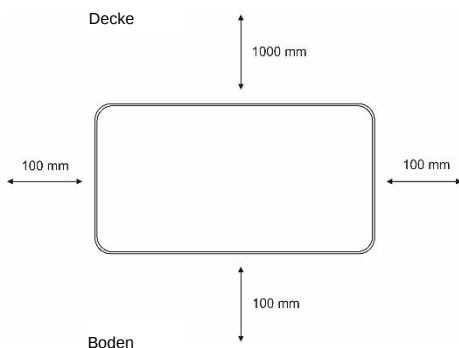

Abb. 3 Mindestabstand zu fremden Objekten bei Wandbefestigung
1. Bestimmen Sie den Aufstellungsort des Geräts und beachten Sie dabei die Mindestabstände zu Fremdkörpern, Decke und Boden (**Abb. 3**).